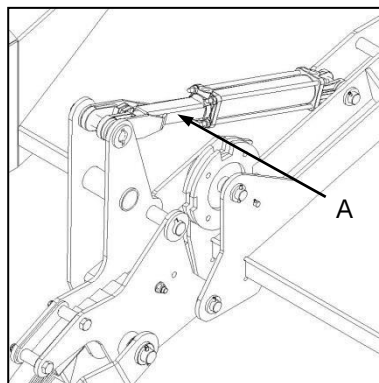

Fig. 6
- ✓ Engage the transport locks (Fig. 6-A).
- ✓ Sluit die vervoerslotte (Fig. 6-A).